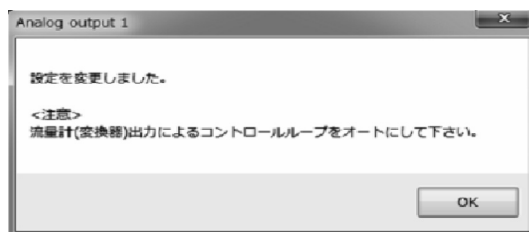

図43
- ⑤ 「OK」をクリックし、入力した設定値に変更されると、メッセージボックス(図43)が表示されますので、「OK」ボタンをクリックすれば設定は終了です。